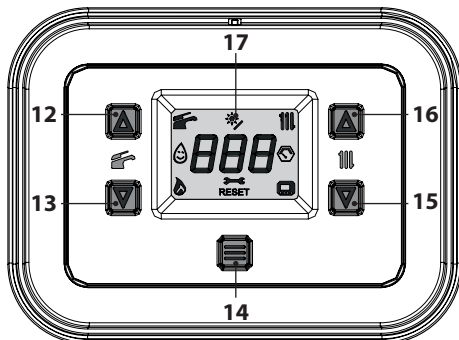
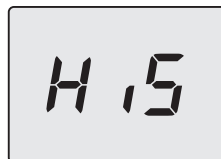
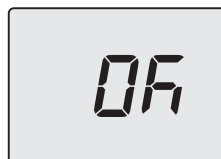

Figura 9.1
Figura 9.2
Figura 9.6
Entrare in "modalità programmazione" premendo contemporaneamente per 5 secondi i tasti 13 e 15 (Figura 9.1) fino a far apparire sul display LCD le lettere **HIS** che indicano il menu "Storico delle caldaia" (Figura 9.2).
- Premendo il tasto 14 (Figura 9.1) si ottiene la conferma del valore inserito. Il display visualizzerà per 5 sec. quanto segue (Figura 9.6) poi, si porterà al livello superiore.
- tenere premuti contemporaneamente i tasti 13 e 15 per 5 sec. (Figura 9.1) (ritorno al livello precedente).